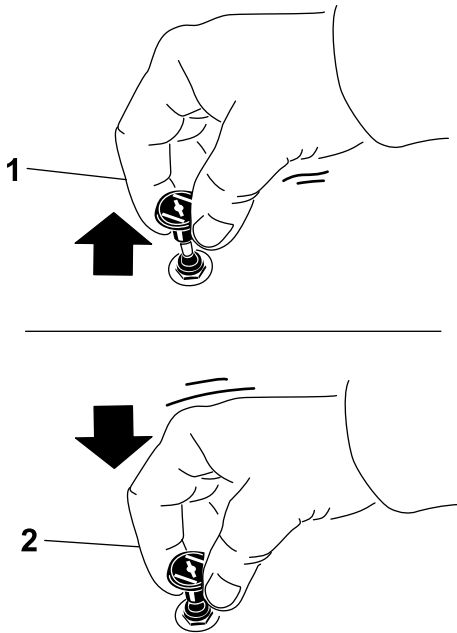

Figure 30
1. Tirez sur la commande de starter pour engager le starter avant d'utiliser le commutateur d'allumage (Figure 30).
2. Appuyez sur la commande pour désengager le starter après le démarrage du moteur (Figure 30).